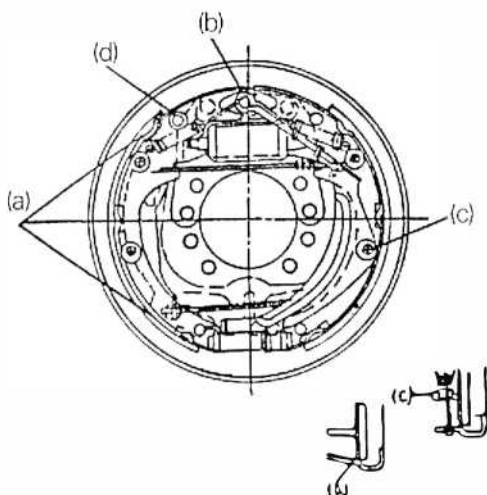

Рис. 8-21. 2-тонный вилочный погрузчик
(4) Добавьте консистентную смазку № 2 на основе кальция в точки смазки А, В, С и D, показанные на рис. 8-21 и 8-22, и следите за тем, чтобы смазка не прилипла к фрикционной пластине.